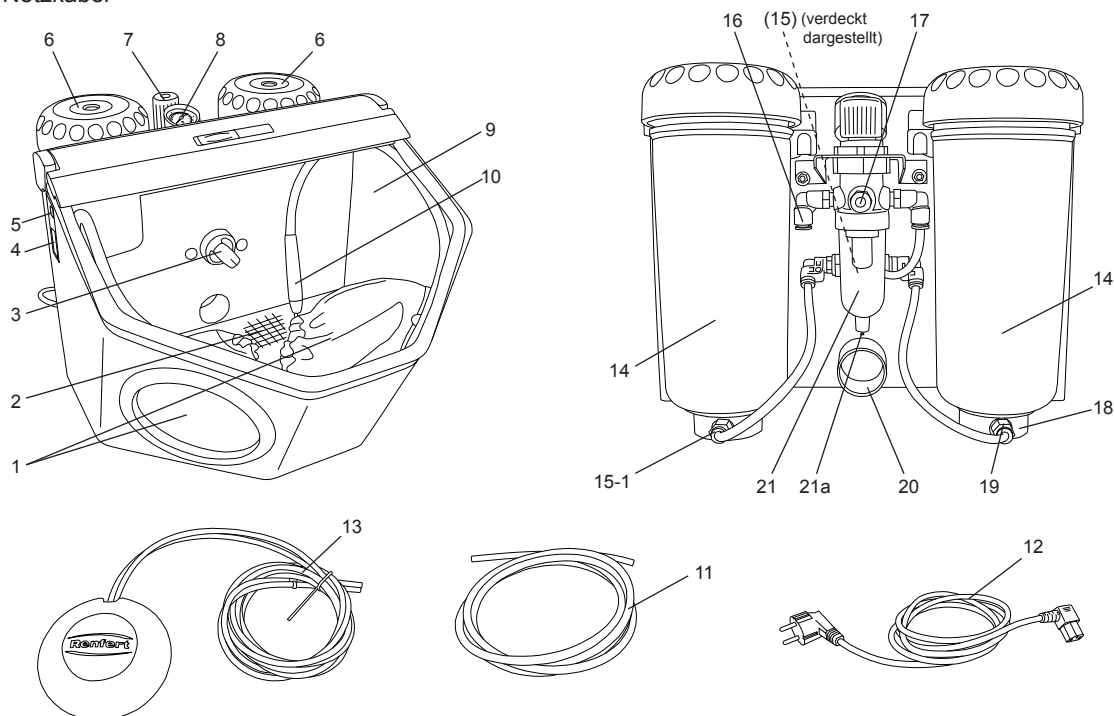

Abb. 1
1-Tank-Version: (15-1, Abb. 1)
- Am Wahlschalter (3, Abb. 1) den Strahl tank wählen. (nur bei 2-Tank-Variante)
- Fußschalter (13, Abb. 1) betätigen.